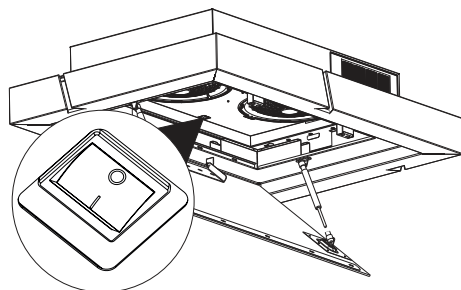

Abb. 13
- 5.** Den Hauptschalter auf Position 1 stellen (Abb. 13).